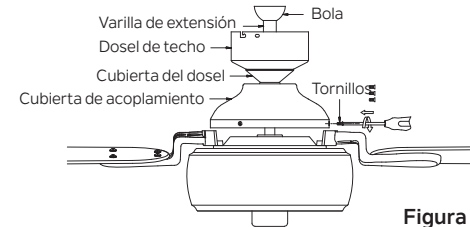

Figura 12
**Paso 10.** Apriete firmemente los tres tornillos de fijación en la cubierta del acoplamiento (Figura 12).